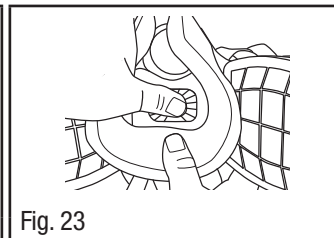

Fig. 23
3. Insérer la tige de la soupape dans le trou situé sur le siège de la soupape en exerçant une pression (Fig. 23). S'assurer que la tige de la soupape est complètement insérée sur le support et qu'elle repose à plat contre le siège.